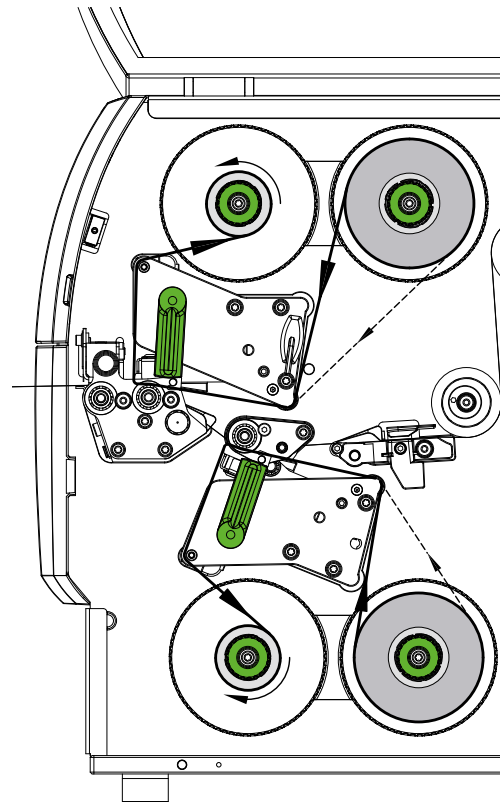

Bild 19 Transferfolienlauf
6. Geeigneten Kern (4) auf den Transferfolienaufwickler (5) schieben und in analoger Weise wie die Folienrolle positionieren und fixieren.
7. Transferfolie wie in Bild 19 durch die Druckmechanik führen. Die durchgehende Linie gilt für Folien mit innen gewickelter, die gestrichelte Linie für Folien mit außengewickelter Beschichtungsseite.
8. Transferfolienanfang mit einem Klebestreifen mittig am Transferfolienkern (4) fixieren. Rotationsrichtung des Transferfolienaufwicklers entgegen dem Uhrzeigersinn beachten.
9. Transferfolienaufwickler (5) entgegen dem Uhrzeigersinn drehen, um den Transferfolienlauf zu glätten.
10. Hebel (6) in Uhrzeigerrichtung drehen, um den Druckkopf zu verriegeln.
11. Klappe (8) öffnen und Transferfolie in analoger Weise in untere Druckeinheit (7) einlegen. Die Richtungsangaben gelten hier mit Ausnahme der Drehrichtung der Drehknöpfe entgegengesetzt zur oberen Druckeinheit.